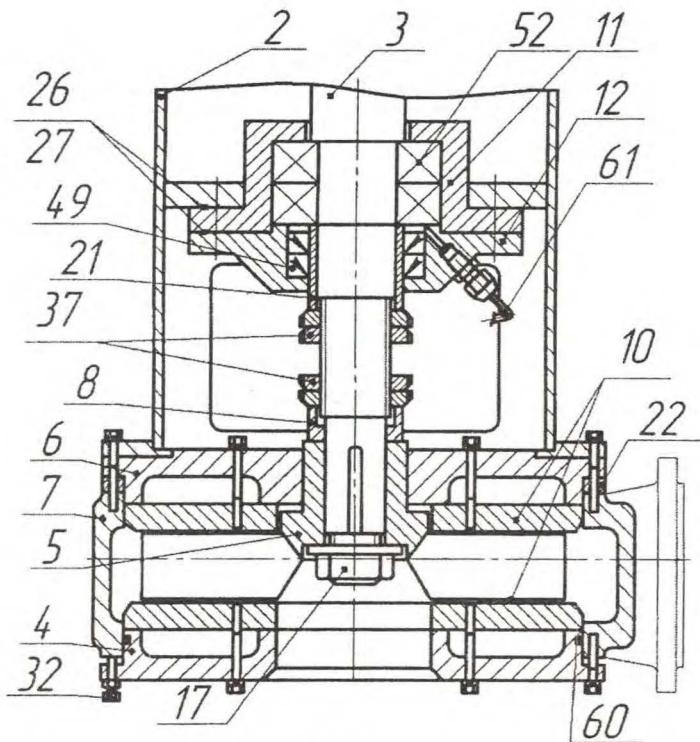

Рис.3
- |7.5 Необходимо следить за износом рабочих органов насоса , при незначительном износе произвести регулировку зазора между плитами 10 и рабочим колесом 5, рис.3, приложения.
- 21.4 При сборке необходимо установить зазор между рабочим колесом и плитами в пределах от 0,3 мм до 1,0 мм. Зазор между верхней плитой и лопастями рабочего колеса регулируется гайками 37, установленными на шейке вала. Зазор между рабочим колесом и нижней плитой регулируется при установке нижней крышки улитки, при помощи регулировочных болтов 37, Рис.3, приложения.